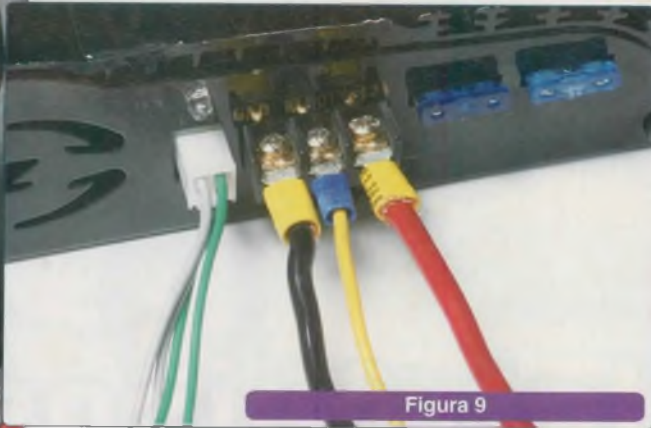

Figura 9
6. Ligue os fios dos canais vindos do rádio na entrada do amplificador, o fio da saída para o amplificador no *remote*, o cabo positivo (deixe o fusível próximo a bateria desligado) e aterre o cabo negativo (Figura 9).